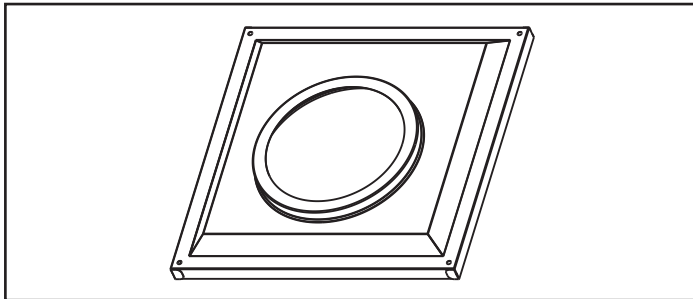

Figure 7.17 Gaine de conduit pour mur
- Une fois la section de conduit et l'abat-vent connectés, glissez la gaine de conduit pour mur jusqu'à la surface du mur intérieur et fixez-la en place grâce aux vis fournies. Voir la Figure 7.17.